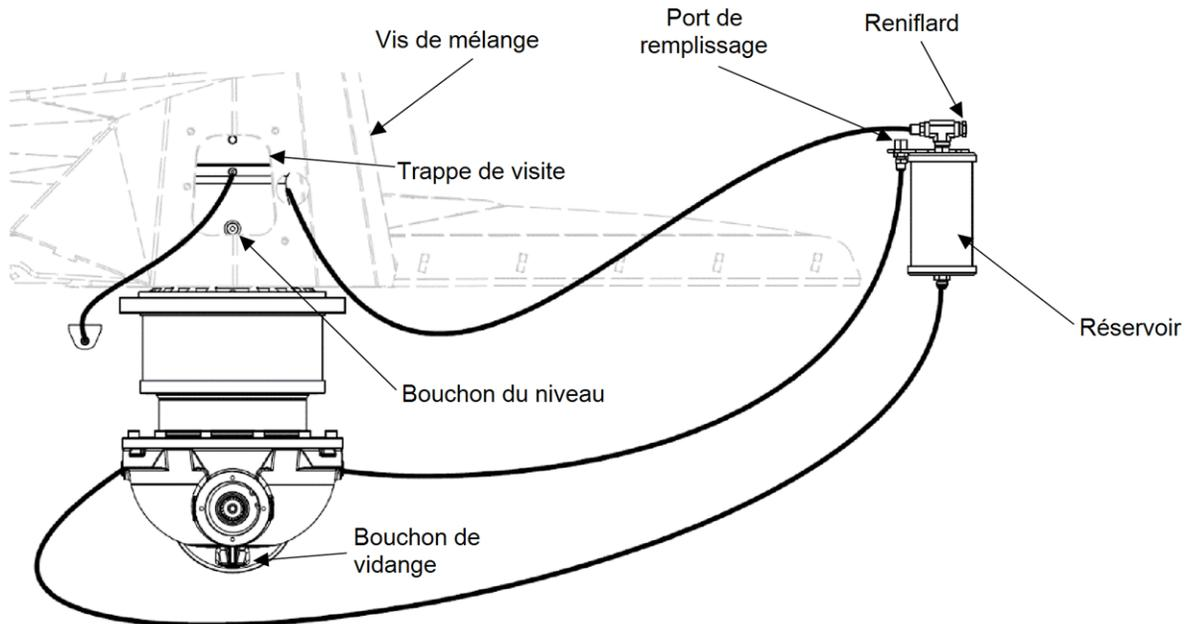

Figure 59 — Réservoir d'huile
1. Dévissez le reniflard (Figure 59).
1. Dévissez le reniflard pour permettre à l'air d'entrer (Figure 59).